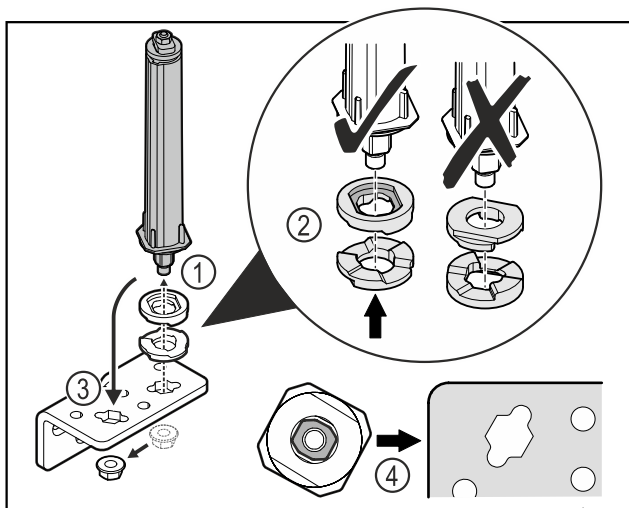

Fig. 33
- ▶ Moer losmaken en deursluitsysteem verwijderen Fig. 33 (1).
- ▶ De correcte uitlijning van de hoogte-instelschijven in acht nemen Fig. 33 (2).
- ▶ Deursluitsysteem in de scharnierhoek verplaatsen en met de moer vastzetten Fig. 33 (3).
- ▶ Bij het plaatsen de correcte uitlijning van het deursluitsysteem in acht nemen Fig. 33 (4).